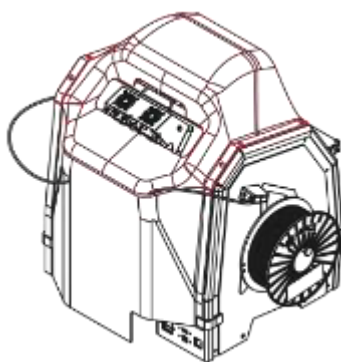

Рис. 70 Установка верхней части корпуса
6. Установить верхнюю часть корпуса так, чтобы экструдеры попадали в отверстия (рис. 70). Верхняя часть корпуса должна располагаться на задней части корпуса. Магниты будут удерживать элемент на месте.